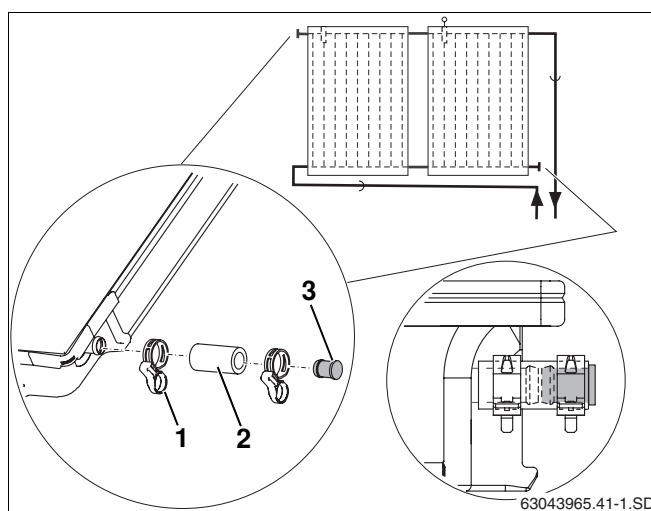

Fig. 43 Montage du bouchon plein et de la bride du compensateur
- ▶ Insérez les tubes solaires de 55 mm Fig. 43, **Pos. 2**) avec le bouchon plein prémonté, sur les deux raccords libres du champ de capteurs.